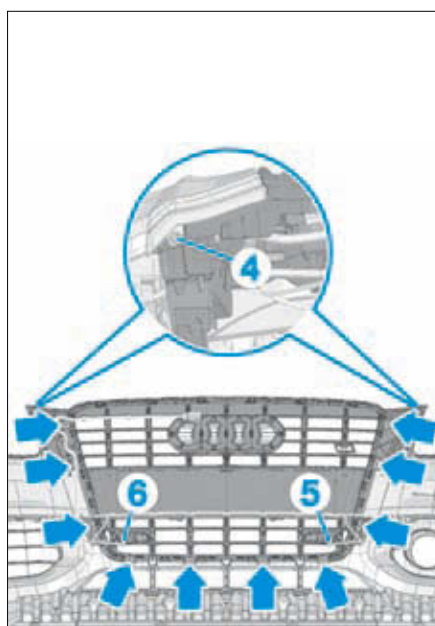

FIG. 89
- Déposer les vis (4) (Fig.89).
- Débrancher les connecteurs (5) et (6) des capteurs d'aide au stationnement.